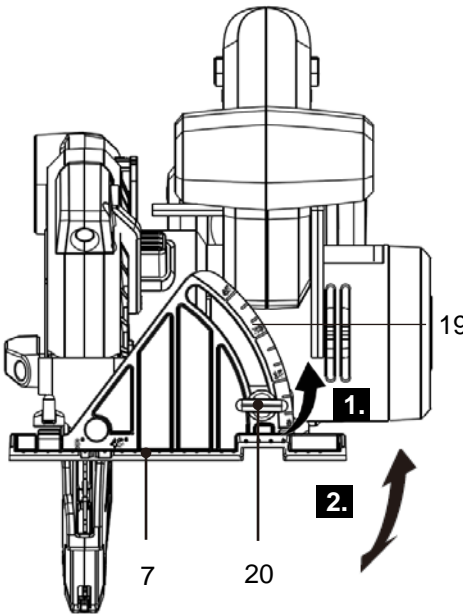

Fig. 11
1. Para cortes em bisel, rode o manípulo de regulação do ângulo de corte (20) para a esquerda (Fig. 11, passo 1) para desapertá-lo. A seguir, usando a escala do ângulo de corte (19) como guia, levante ou desça a placa base (7) até alcançar a profundidade desejada (Fig. 11, passo 2).